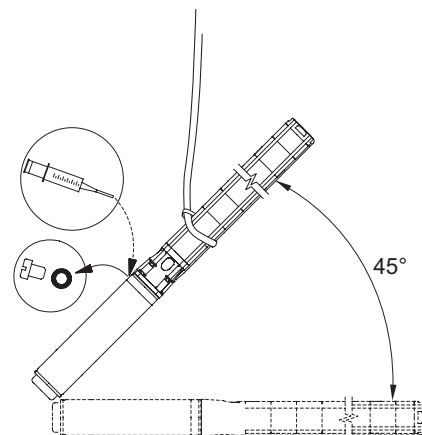

Fig. 3 Placering af pumpen under påfyldning – MS 6000
- Hvis motoren er leveret fra lager, skal væskestanden kontrolleres, inden motoren monteres på pumpen, se fig. 3.
- Ved service skal væskestanden kontrolleres, se fig. 3.
1. Placer dykpumpen som vist på fig. 3.
3. Pump væske ind i motoren med fyldesprøjten, fig. 3, indtil væsken løber ud af påfyldningshullet.